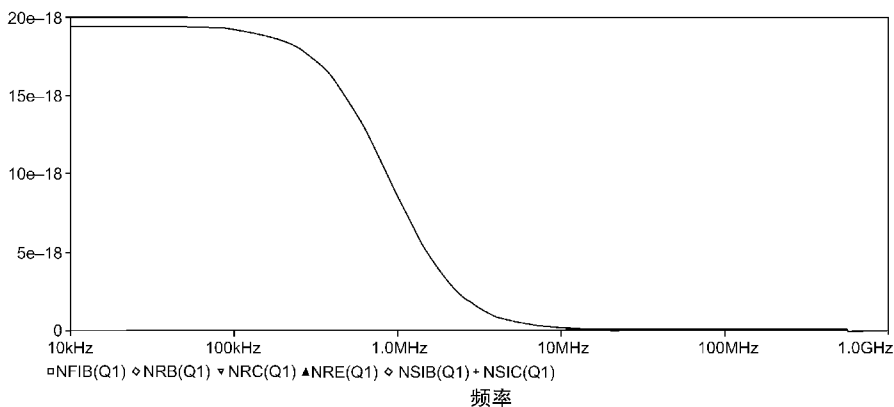

图 14.6 晶体管的噪声波形
6. 在屏幕图形显示窗口中删除寄生电阻的功率谱密度曲线，然后添加如图 14.6 所示的晶体管 Q1 的噪声曲线：NFIB (Q1)、NRB (Q1)、NRC (Q1)、NRE (Q1)、NSIB (Q1)、NSIC (Q1)。从图 14.6 中可以看出，基极电流的散粒噪声 NSIB (Q1) 对总噪声产生的影响最大，并且该噪声表现为低频特性。